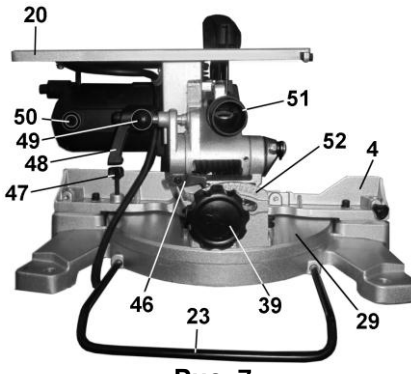

Рис. 7
- переведите пильный рабочий стол (20) в верхнее положение, положение рабочего стола (20) надёжно зафиксируйте ручками (36 и 48);
- придерживая и слегка надавливая на ручку пилы (21), выдвинете фиксатор (49), Рис.7;
- удерживая пилу за ручку (21), плавно, без рывков и ударов, переведите пилу в верхнее положение в режим торцово-усовочной пилы;
- снимите вставку пилы (13).